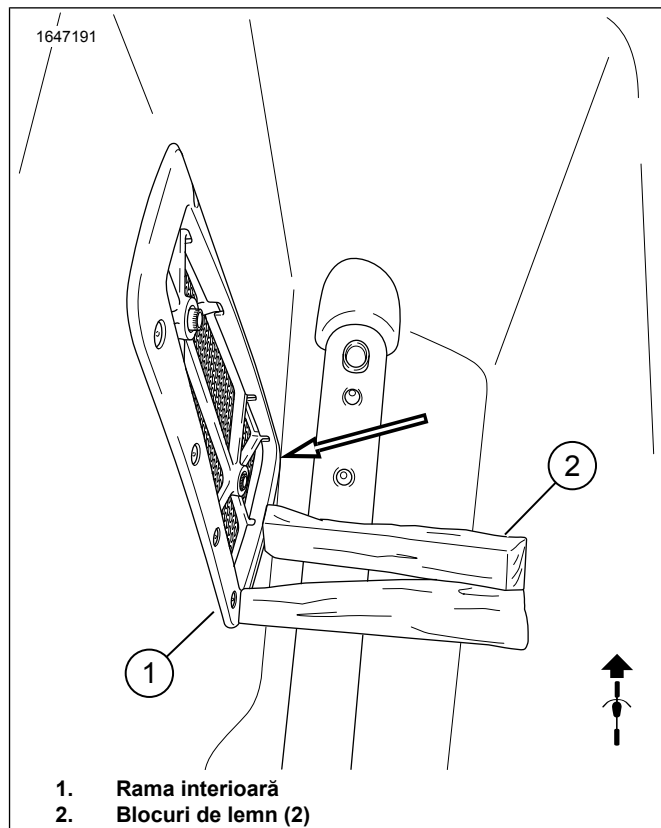

Figura 14. Pană din lemn
9. A se vedea figura 14. Pentru a maximiza performanța etanșării, utilizați pene de lemn pe rama interioară (1). Țineți în loc timp de 24 de ore.